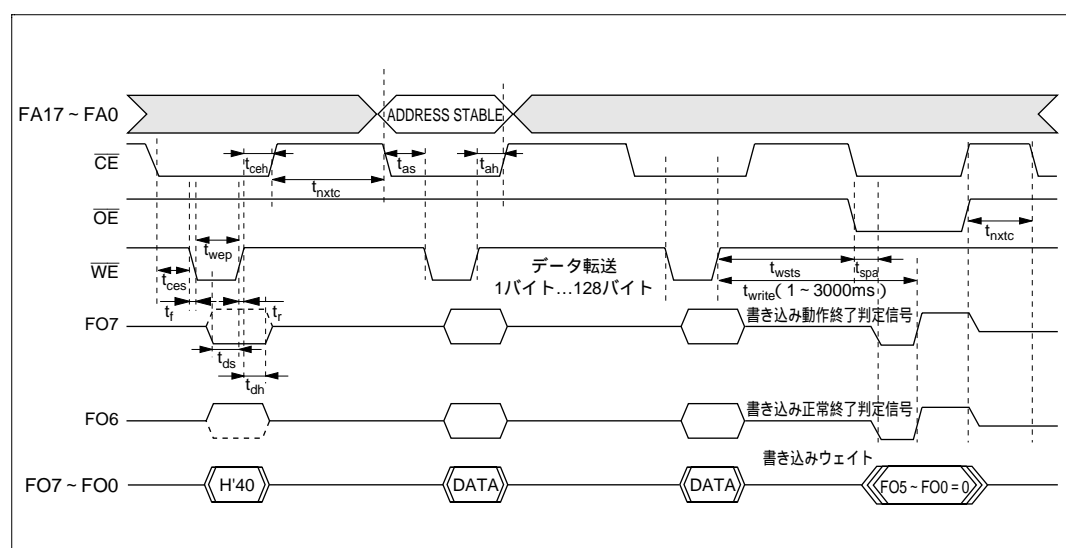

図 23.20 自動書き込みモードのタイミング波形
(2) 自動書き込みモードにおける注意事項
- (d) メモリアドレスの転送は、第 2 サイクルで行います (図 23.20)。第 3 サイクル以降では転送しないでください。